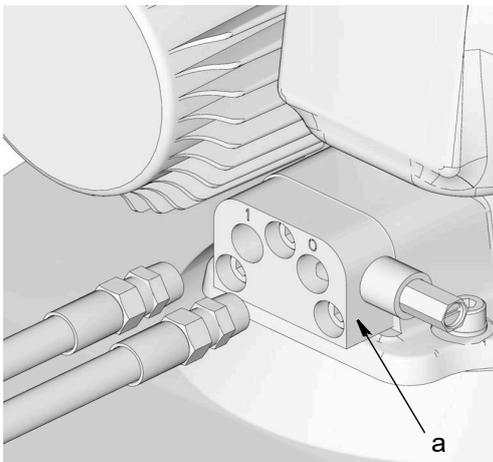

図 2
3. アウトレットチューブをポンプアダプタブロック (a) の「0」と書かれたポートから取り外します (図 2)。
4. プラグまたはインレットチューブをポンプアダプタブロック (a) の「1」と書かれたポートから取り外します (図 2)。